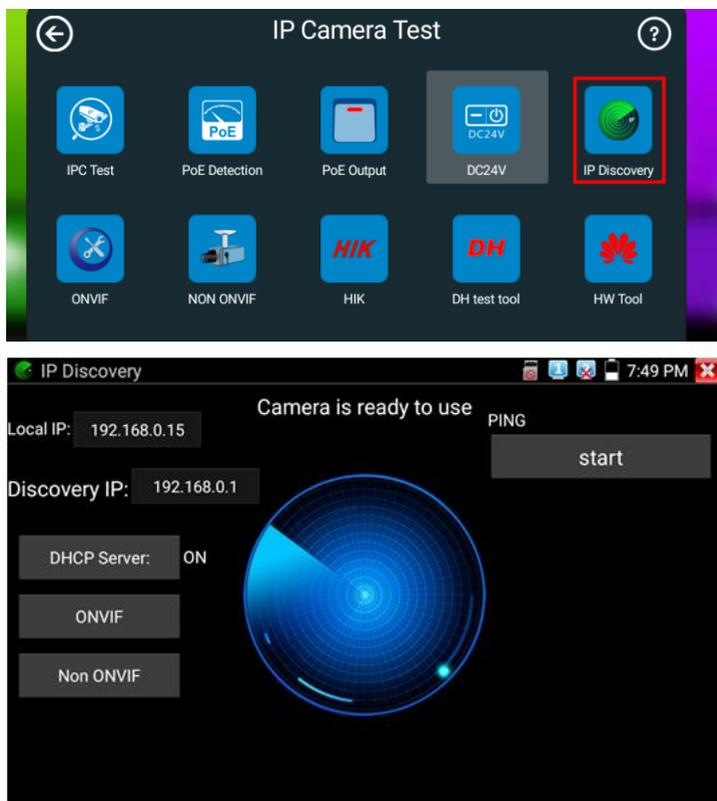

Рис.14 Приложение IP-Discovery
1. Самый быстрый и эффективный способ – с помощью приложения IP-Discovery (рис.14), которое находится в меню «IP Camera Test» на рабочем столе тестера.